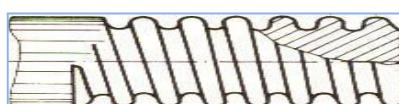

Figura 2
1. Priviți profilul filetului din imagine (Figura 2).
a. Identificați/selectați o piesă filetată/șurub de pe bancul de lucru, cu profil identic cu cel din Figura 2. Răspuns așteptat: Filet rotund
2. Recunoașteți denumirea filetului din *Figura 2*, după secțiunea profilului, pe baza criteriilor de clasificare ale filetelor și o notați în *Tabelul 2*.